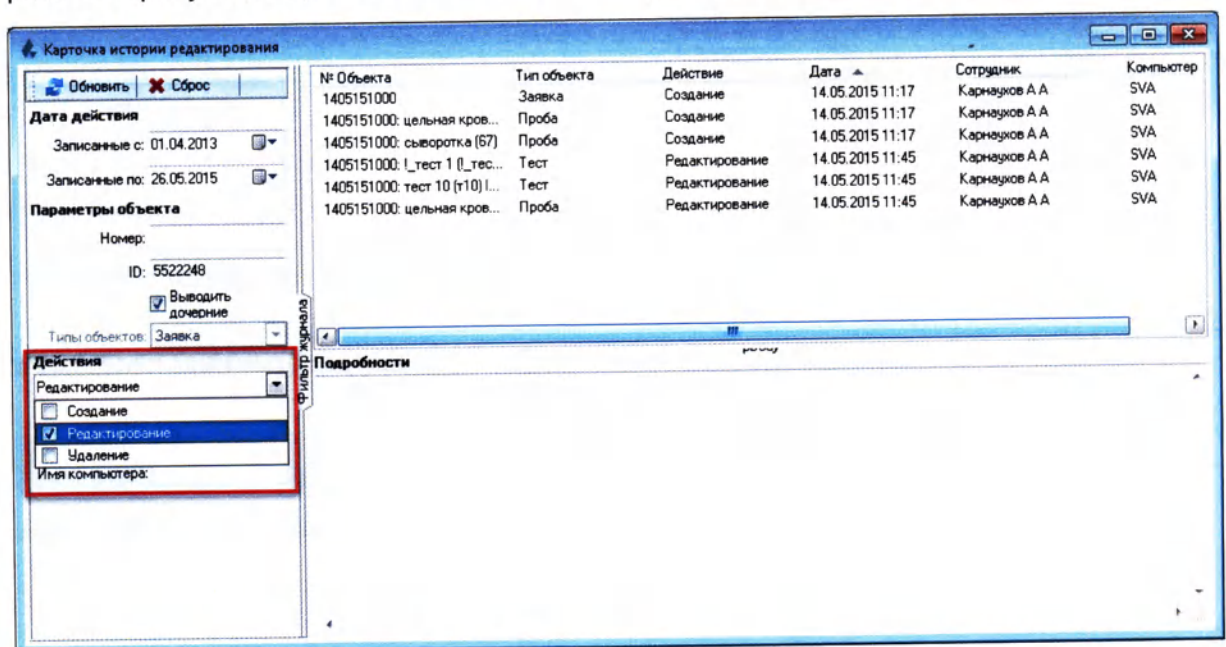

Рисунок 14.3
2. Чтобы найти действия над объектом, из выпадающего списка **«Действия»** выберите интересующее действие и нажмите кнопку **«Обновить»** (Рисунок 14.3):